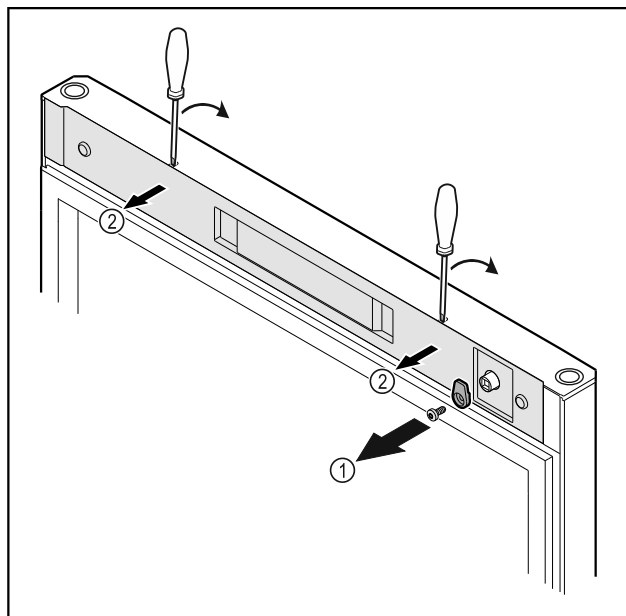

Fig. 18
- ▶ Deșurubați Fig. 18 (1) cârligul de închidere.
- ▶ Deblocați apărătoarea Fig. 18 (2) cu o șurubelniță mică și detașați-o.